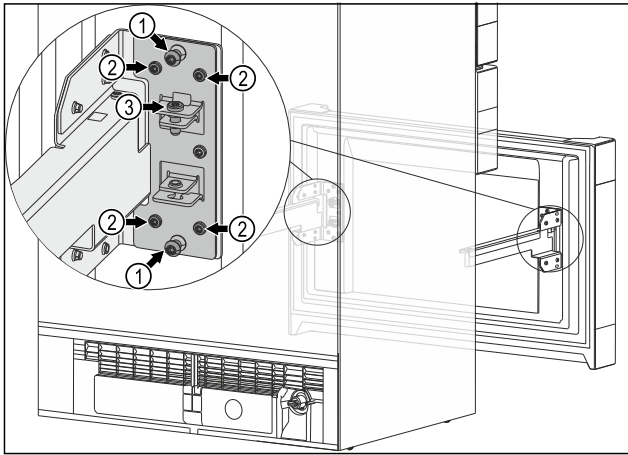

Fig. 12
- ▶ Beide mittleren Schrauben Fig. 12 (1) entfernen.
- ▶ Alle vier Schrauben Fig. 12 (2) lösen.
- ▶ Endposition des Auszugswagens ist erreicht: Alle vier Schrauben Fig. 12 (2) festschrauben.
- ▶ Sie benötigen die mittleren Schrauben Fig. 12 (1) nicht mehr.